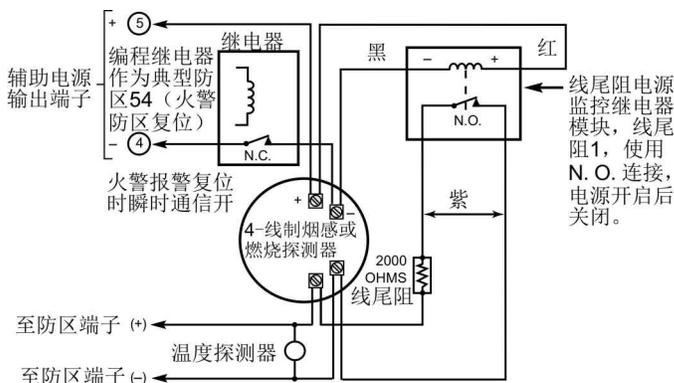

图 9a.使用继电器复位电源的 4-线制烟感探测器
3. 可将 4-线制烟感探测器 (数量取决于探测器电流) 按下页图 9a 和图 9b 所示连接到任意一个防区 (防区 2-8)。